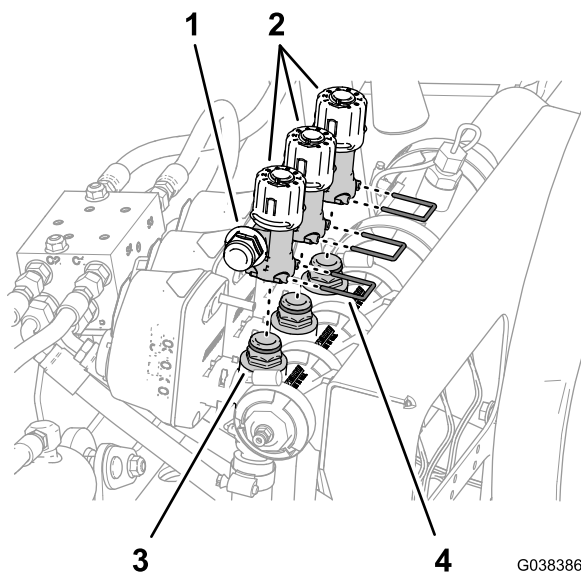

Figura 84
- 4. Sollevate il collettore di bypass dal collettore della valvola di irrorazione (Figura 84).
- 3. Rimuovete i 3 fermi che fissano il collettore di bypass al collettore della valvola di irrorazione (Figura 84).